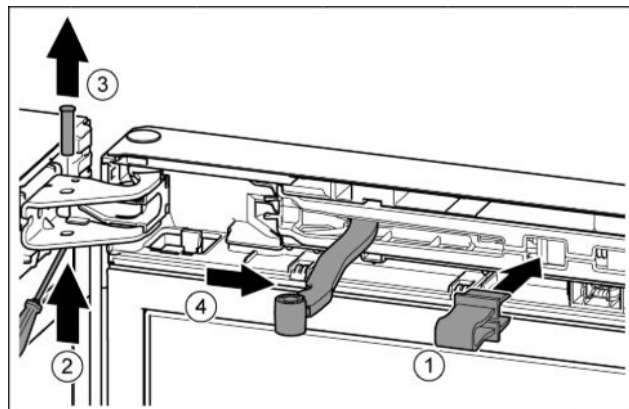

Fig. 7
- ▶ Sicherung in Öffnung einrasten. Fig. 7 (1)
- ▶ Bolzen mit Schraubendreher herausdrücken. Fig. 7 (2)
- ▶ Bolzen nach oben herausnehmen. Fig. 7 (3)
- ▶ Gelenk in Richtung Tür drehen. Fig. 7 (4)